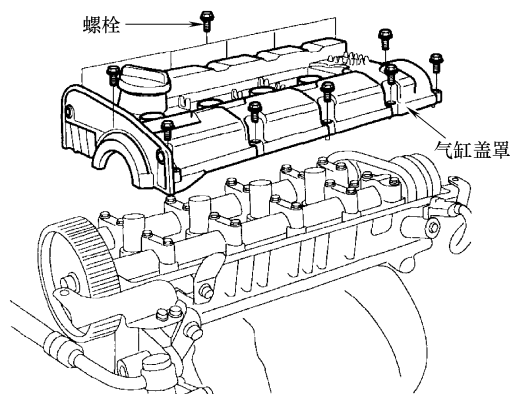

图 31-18 拆卸螺栓和气缸盖罩
④ 如图 31-18 所示, 拆卸螺栓和气缸盖罩。
2) 参照图 31-18, 安装气缸盖罩。